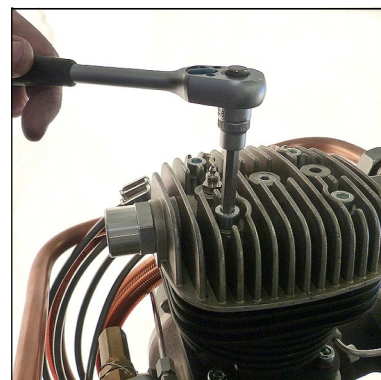

Abb. 5 - Ventilkopfschrauben eindrehen
- Ventilkopf aufsetzen, Ventilkopfschrauben eindrehen und über Kreuz anziehen. (Abb. 5)